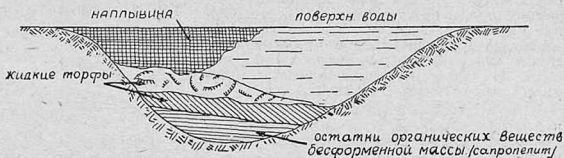

Рис. 1. Нарастание слявины на озере
1. Болота озерного происхождения (сплавинные), образовывавшиеся путем нарастания торфяного ковра (сплавин) — рис. 1. Плавающий торфяной ковер имеет небольшую толщину; под ним находятся жидкие торфы и, бесформенная масса остатков органических веществ. Это наилучший вид болот, так как они не выдерживают даже самых незначительных нагрузок. Такие болота при изыскании лучше обходить.